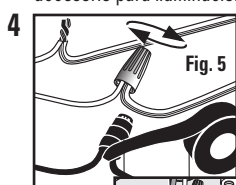

Fig. 5
- 4**   Connectez les fils d'alimentation électrique de votre boîtier électrique aux conducteurs au moyen des passe-fils (**Fig. 5**). Le conducteur noir du luminaire est épluché avec le fil d'alimentation électrique noir, et le conducteur blanc du luminaire est épluché avec le fil d'alimentation électrique blanc (**Fig. 6**). Assurez-vous que les passe-fils sont bien serrés pour qu'ils ne risquent pas de se détacher. Vous pouvez enrouler du ruban électrique autour des passe-fils pour les empêcher de se desserrer. Repoussez soigneusement les fils épluchés à l'intérieur du boîtier électrique.
Conecte los hilos de alimentación de la caja eléctrica a los hilos terminales del accesorio para iluminación, utilizando las tuercas para alambre (Fig. 5). El hilo negro del accesorio para iluminación se empalma al hilo de alimentación negro, y el hilo blanco del accesorio para iluminación se empalma al hilo de alimentación blanco (Fig. 6). Asegúrese de que las tuercas para alambre estén apretadas para evitar que se aflojen. Puede enrollar cinta aislante alrededor de las tuercas para alambre con el fin de evitar que se aflojen. Empuje cuidadosamente los cables empalmados de vuelta al interior de la caja eléctrica.